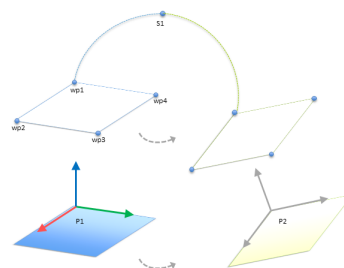

Figure 16.7: Переключение с одной плоскости детали на другую
16.6, смещения O1 и O2). Это достигается за счет использования, функций сценариев `pose_add()` или `pose_trans()` для управления переменной. Можно переключать на другую деталь во время выполнения программы вместо добавления смещения. Этот случай показан в примере ниже (см. рисунок 16.7), где исходная деталь для команды `MoveL P1_var` может переключаться между двумя плоскостями P1 и P2.